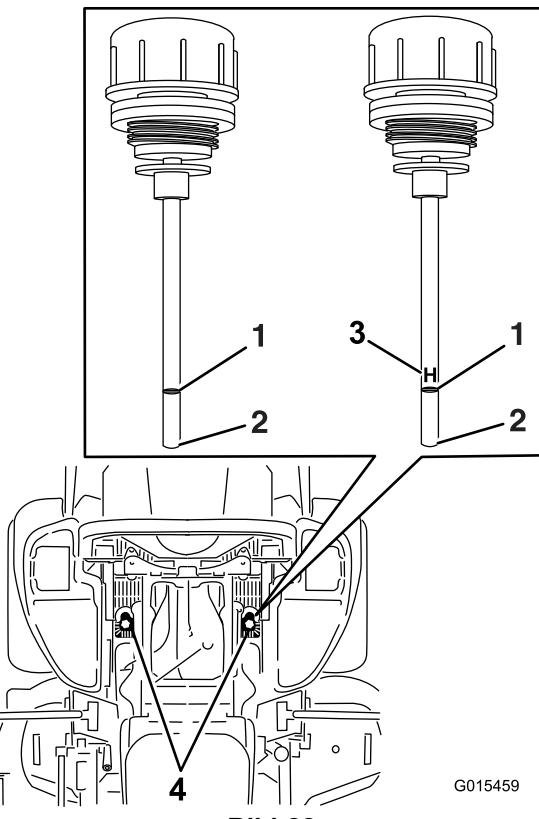

Bild 82
6. Reinigen Sie den Bereich um die Ölpeilstabe der Hydraulikanlagenbehälter (Bild 82).
7. Nehmen Sie einen Ölpeilstab aus dem Hydraulikbehälter heraus (Bild 82).
9. Ziehen Sie den Ölpeilstab heraus und schauen Sie das Ende an (Bild 82). Wenn der Ölstand an der Auffüllen-Marke liegt, gießen Sie langsam so viel Öl in den Hydraulikbehälter, um den Ölstand auf die Voll-Marke oder die **H**-Linie anzuheben.